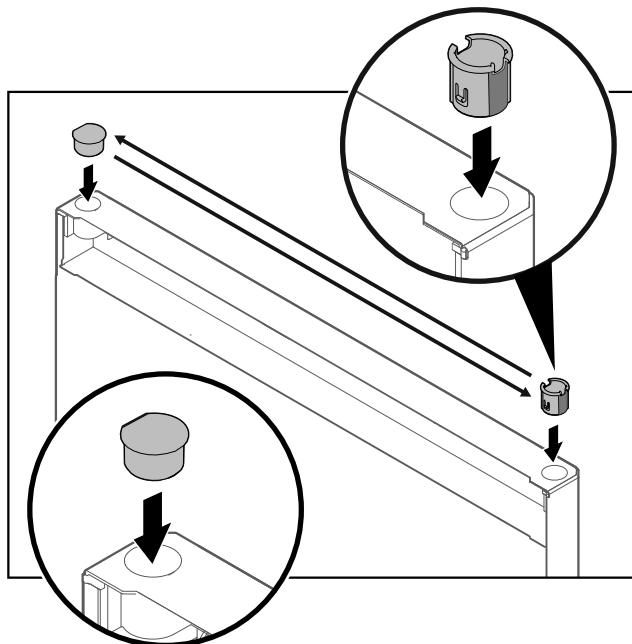

Fig. 26
- Extracteți bucșa balamalei Fig. 26 (1) cu degetele.
- Ridicați dopul de acoperire Fig. 26 (2) cu precauție cu o surubelnită dreaptă și extrageți-l.